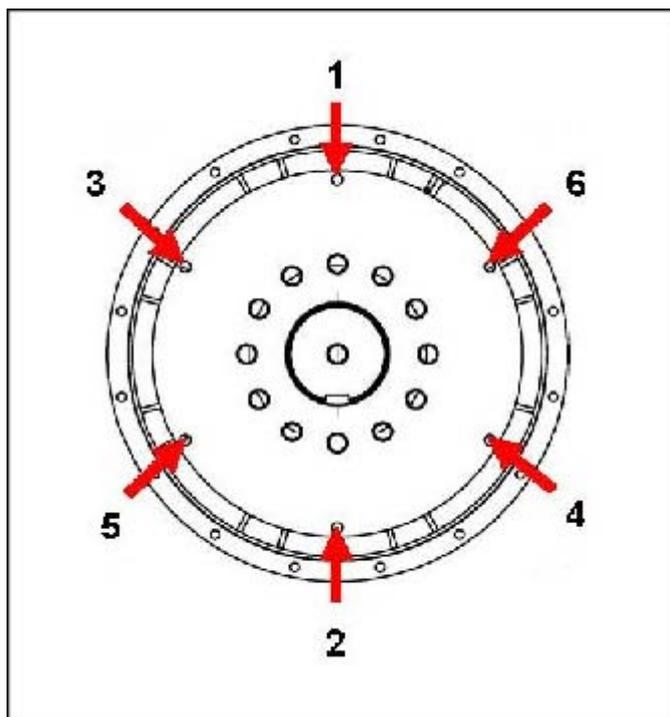

ABBILDUNG 14. REIHENFOLGE DER BEFESTIGUNG AN SCHWUNGRAD
10. Kupplungsbefestigungsschrauben am Schwungrad in der Reihenfolge festziehen wie dargestellt in Abbildung 14 auf Seite 28